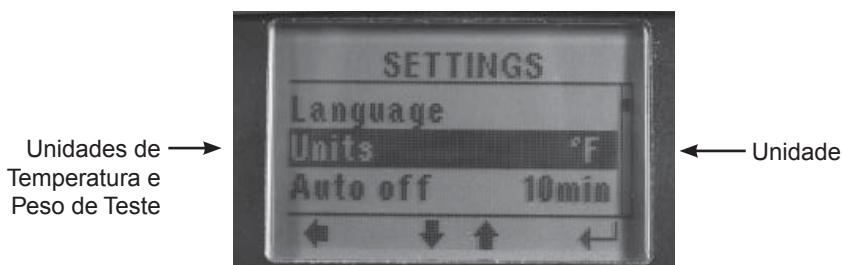

Figura 13. Unidades de Temperatura e Peso de Teste
3. Utilize os botões Up/Down para selecionar “Unidades” (Figura 13)
3. Utilize os botões Up/Down para selecionar “Desligamento Automático” (Figura 13)